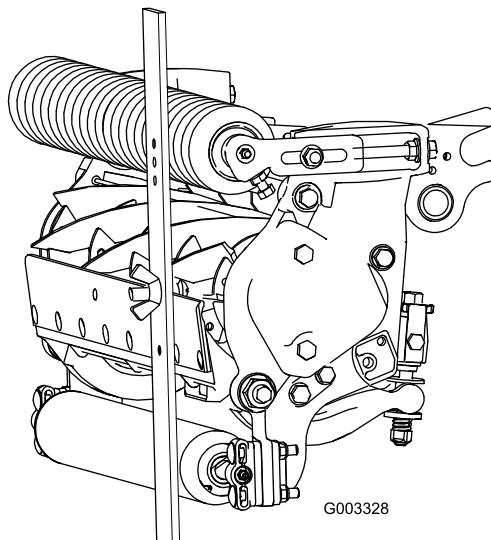

Figure 17
- Accrochez la tête de la vis sur le bord tranchant de la contre-lame et appuyez l'arrière du gabarit contre le rouleau arrière (Figure 17).
- Tournez la vis de réglage jusqu'à ce que le rouleau avant touche le gabarit (Figure 17). Réglez les deux extrémités du rouleau jusqu'à ce que celui-ci soit parfaitement parallèle à la contre-lame.